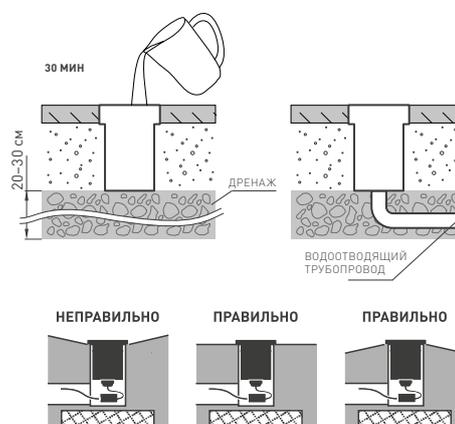

Рис. 2. Установка светильника в грунт
- Светильник имеет степень защиты IP67 и не предназначен для установки под водой. В месте установки светильника необходимо подготовить дренажную систему из гравия (20–30 см) и убедиться в ее работоспособности (см. рис. 2). Для этого нужно полностью заполнить монтажную коробку светильника водой и проверить, исчезла ли вся вода в течение 30 минут. Если вода полностью не исчезла, необходимо рассмотреть возможность монтажа дополнительной дренажной системы (водоотводящего трубопровода).